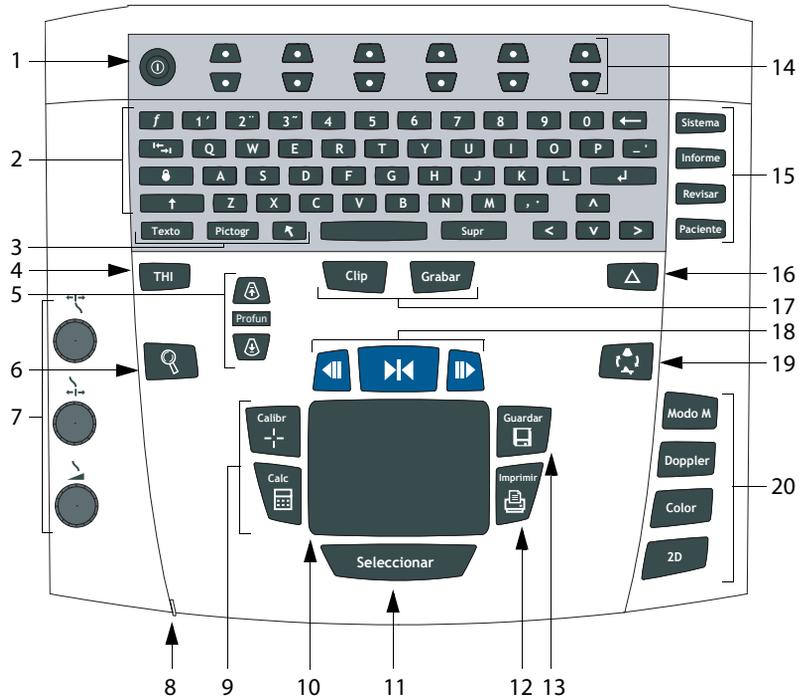

Figura 3 Controles del sistema
- 1 Busque la tecla de **encendido**, situada en la parte superior izquierda del sistema. Consulte la Figura 3 en la página 14.